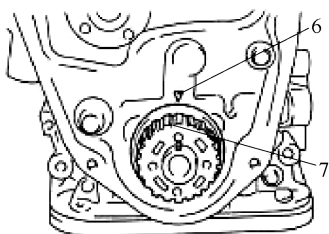

图 6-31 检查曲轴正时标记是否对齐
② 检查曲轴正时带轮的冲印标记 7 与盖内的正时带上箭头标记 6 是否对齐，如图 6-31 所示。